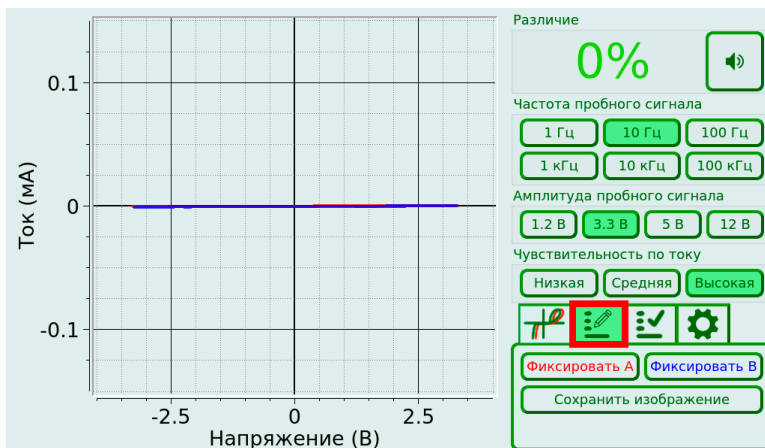

Рисунок 4. Внешний вид вкладки создания плана тестирования.
1. Выберите вкладку записи плана тестирования  (Рисунок 4).